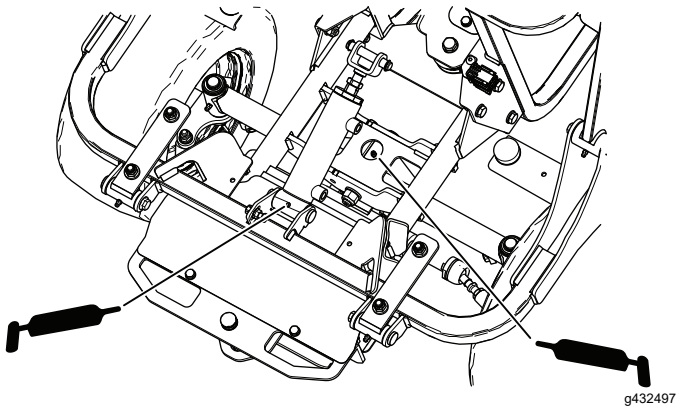

Figura 45
- Pivote de cilindro de la tolva y pivote del eje trasero (Figura 45)